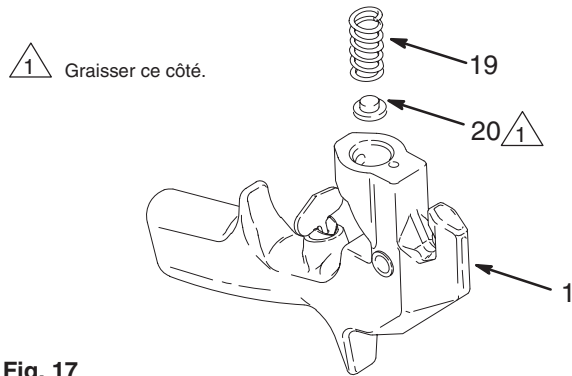

Fig. 17
5. Si le ressort (19) a été retiré, graisser le système de réglage du ressort (20) et placer le ressort. Monter l'ensemble dans le corps du pistolet (1). Voir Fig. 17.